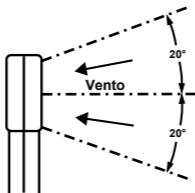

Figura 1
7. Para obter resultados mais precisos tente manter o eixo da hélice dentro de no máximo 20° do eixo de propagação do vento (de acordo com a Figura 1).